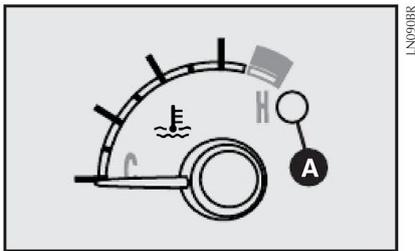

fig. 32
**LÍQUIDO DE ARREFECIMENTO DO MOTOR - fig. 32**
**Advertência: se o indicador estiver no início da escala (temperatura baixa) com a luz-espia A-fig. 32 de excesso de temperatura ou com a luz-espia B do sistema de injeção acesa, é sinal de anomalia no sistema. Neste caso, procurar a Rede Assistencial Fiat.**